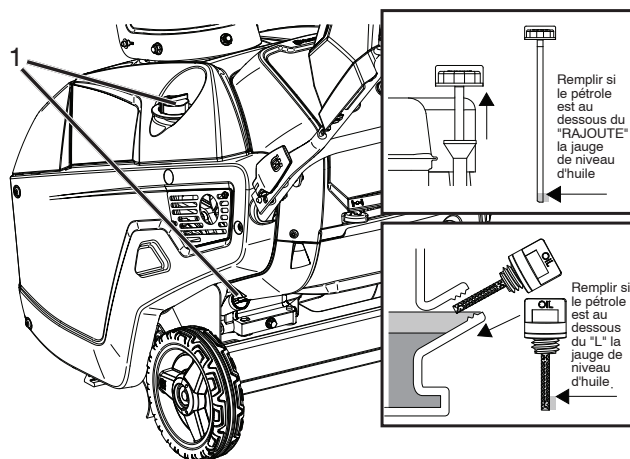

Figure 24
9. Avec la souffleuse à neige en position de fonctionnement, verser avec soin l'huile dans le trou de remplissage jusqu'au repère « FULL » (PLEIN) sur le bouchon de remplissage/la jauge (Figure 24).